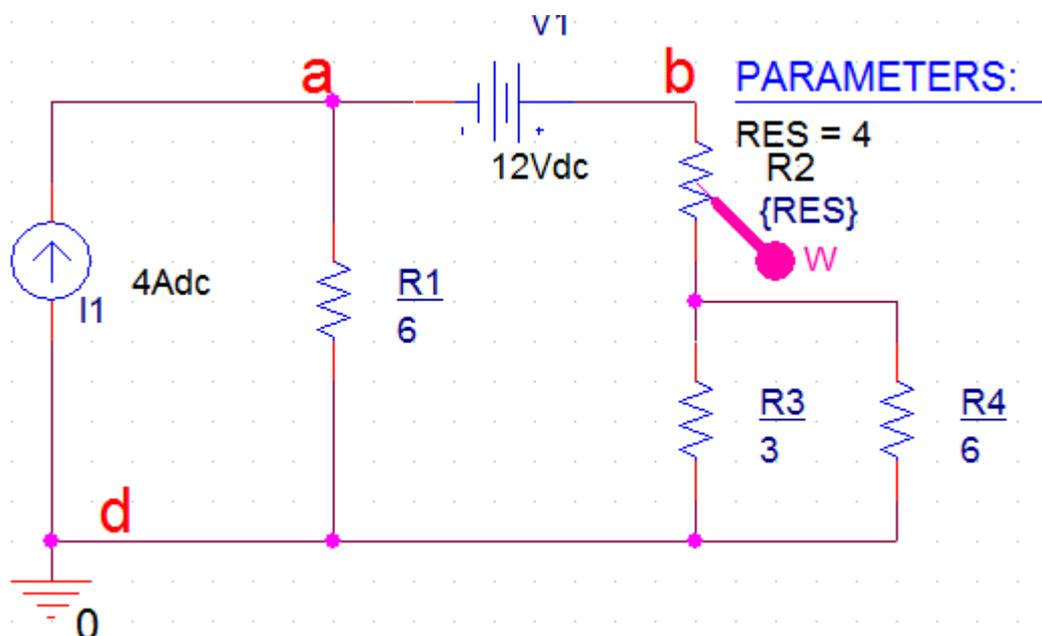

Рис. 1.43. Ввод в схему компонента PARAM
3. Нажимаем Place Part и добавляем компонент PARAM в схему (рис. 1.43).
Добавляем в схему маркер для измерения мощности в резисторе R2. При правильных установках схема будет иметь вид, показанный на рис. 1.43.